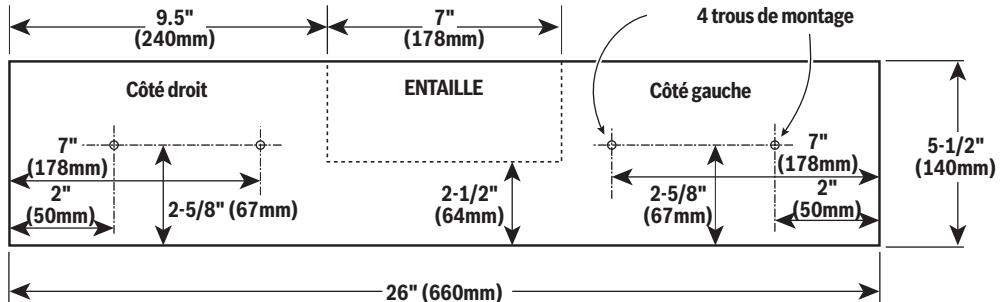

Fig. 39 | Guide auxiliaire en bois haut – 3/4 po (19mm) d'épaisseur
1. Placez une pièce de bois contre le guide de la scie à onglet (voir Fig. 38). (Le bois peut avoir une hauteur maximum de 5 1/2 po. [140mm]). Assurez-vous que la tête ne gêne pas le guide auxiliaire. Voir le dessin de dimensionnement – Fig. 39.
7. Lorsque vous effectuez des coupes coulissantes, il faut faire une entaille au centre selon le modèle (voir Fig. 39).